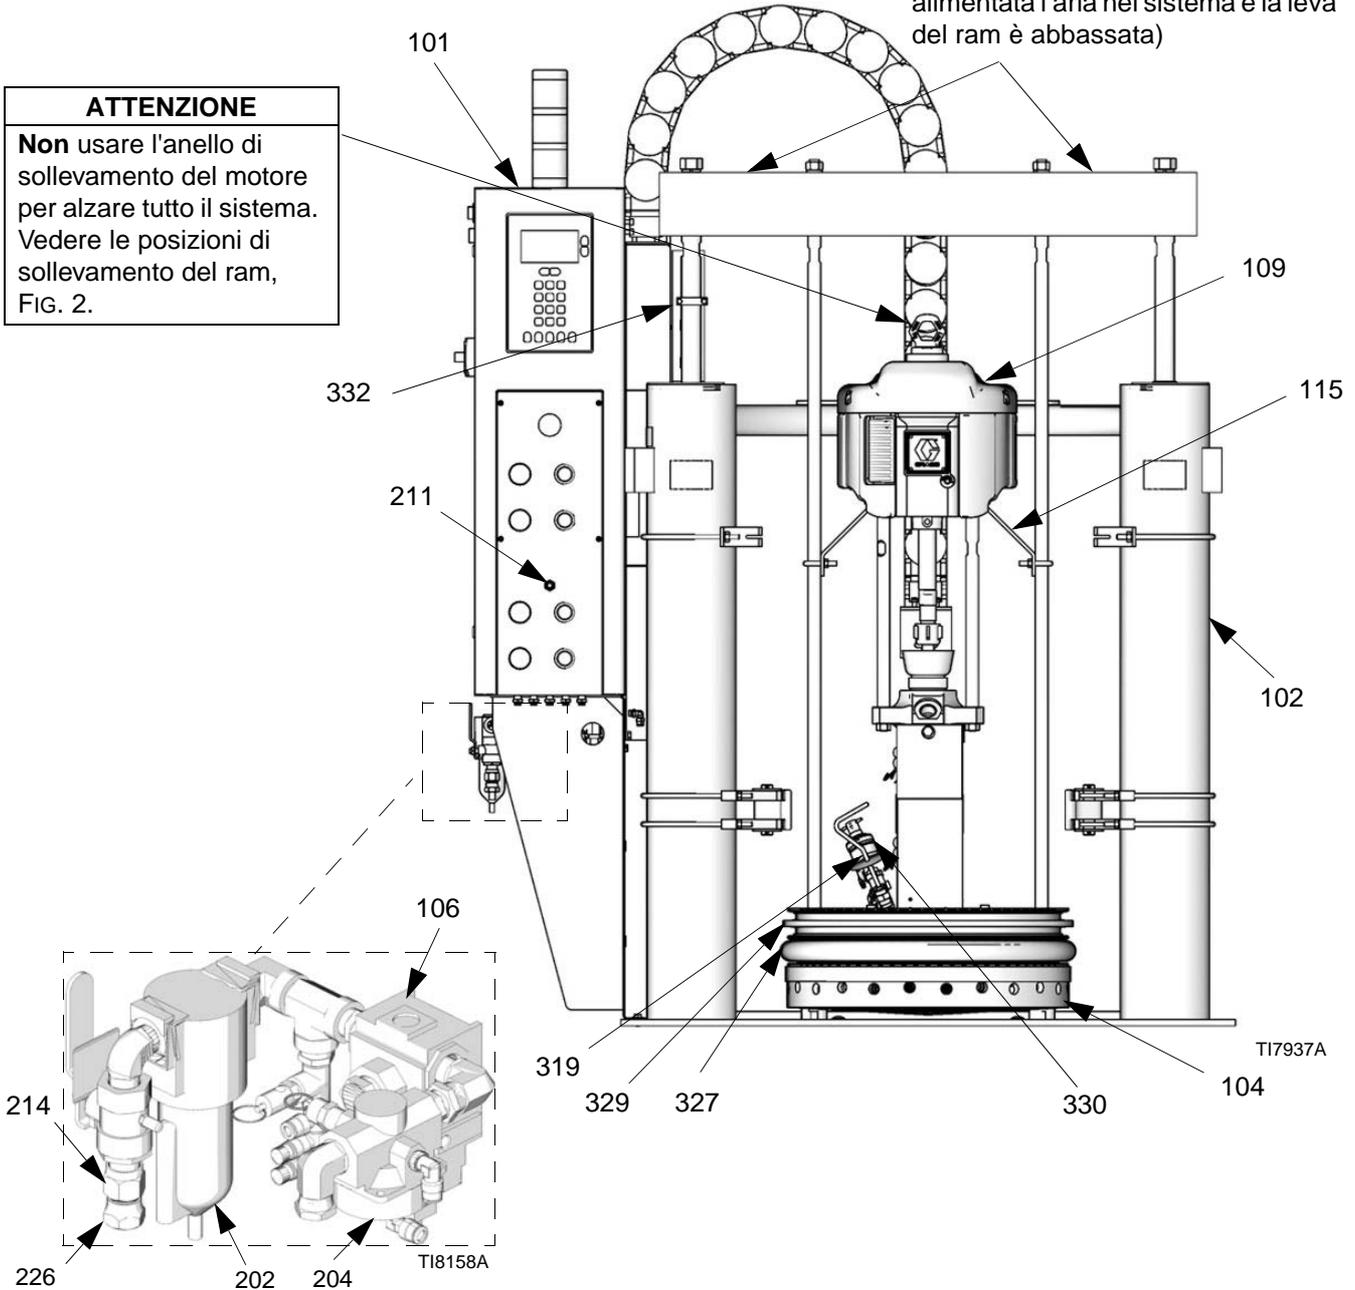

FIG. 2: Installazione tipica
L'installazione tipica riportata e visualizzata di seguito è solo una guida per la selezione e l'installazione dei componenti ed accessori del sistema. Vedere FIG. 2. Contattare il distributore della Graco per un aiuto nella progettazione di un sistema adatto alle proprie esigenze.
Non usare l'anello di sollevamento del motore per alzare tutto il sistema. Vedere le posizioni di sollevamento del ram, FIG. 2.
Non usare l'anello di sollevamento del motore per alzare tutto il sistema. Vedere le posizioni di sollevamento, FIG. 2.
6. Avvolgere la barra con l'imbracatura di sollevamento. Vedere FIG. 2 per le posizioni di sollevamento corrette.